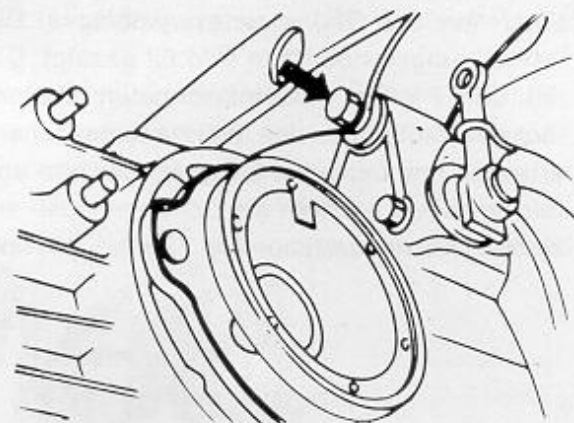
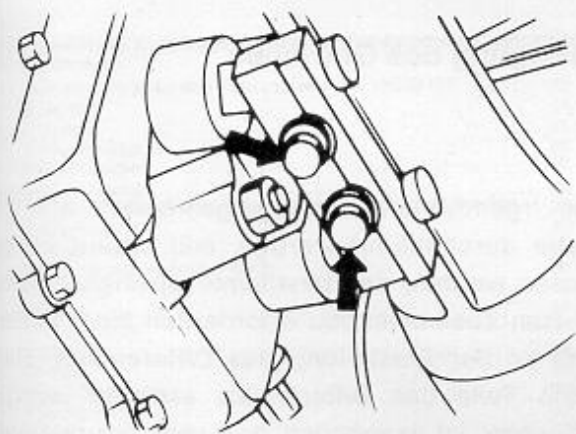

Bild 61
Bild 60
- Einen Wagenheber unter das Fahrzeug setzen und Motor und Getriebe leicht anheben. Die beiden Schrauben des Begrenzungsanschlages herausdrehen (s. Bild 60). Muttern und Schrauben vom Motorträger lösen (Bild 61). Motor und Getriebe langsam ablassen, aber darauf achten, daß keine Leitungen, Kabel, usw. dabei eingeklemmt werden.